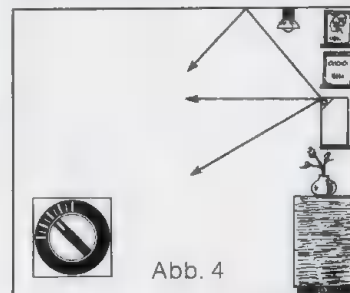

Abb. 4
4. Selbstverständlich läßt sich der BOSE 301 auch senkrecht aufstellen. In diesem Fall wird der AkustiKnopf® so justiert, daß der Schall mehr zur Decke strahlt (Abb. 4).